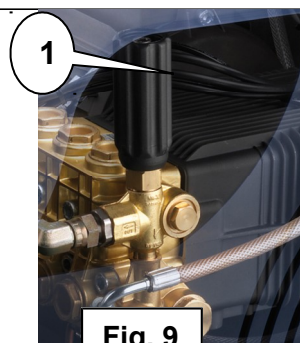
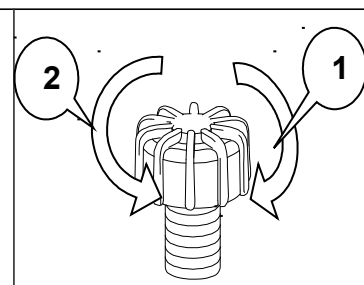

Fig. 9
Fig.10
L'idropulitrice che vi apprestate ad usare ha la possibilità di regolare la pressione di esercizio. Avvicinarsi al cofano della macchina nella zona della finestra di accesso valvola, vedi fig.9. Impugnare la manopola della valvola, dove prevista, o utilizzare una chiave, dove prevista, in pos. 1 e, ruotando in senso orario fig.10 pos.1 la pressione aumenta, girando la manopola in senso antiorario fig.10 pos. 2 la pressione diminuisce.